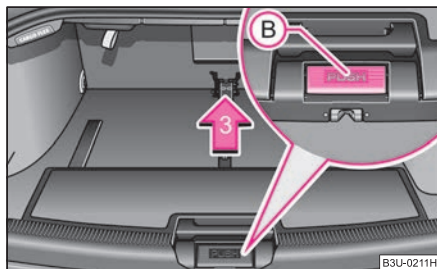

Fig. 83 Fissaggio del box
- Premere il tasto di comando "PUSH" (B) ⇒ fig. 83 e far scorrere il box fino alla posizione centrale di fissaggio.
- Premere di nuovo il tasto di comando "PUSH" (B) e spingere con cautela il box nella posizione di fissaggio contro la parete divisoria del bagagliaio rispettando la direzione della freccia 3 (posizione pronta per l'uso). Con lo scatto in posizione il tasto di comando "PUSH" (B) ritorna nella posizione originale.